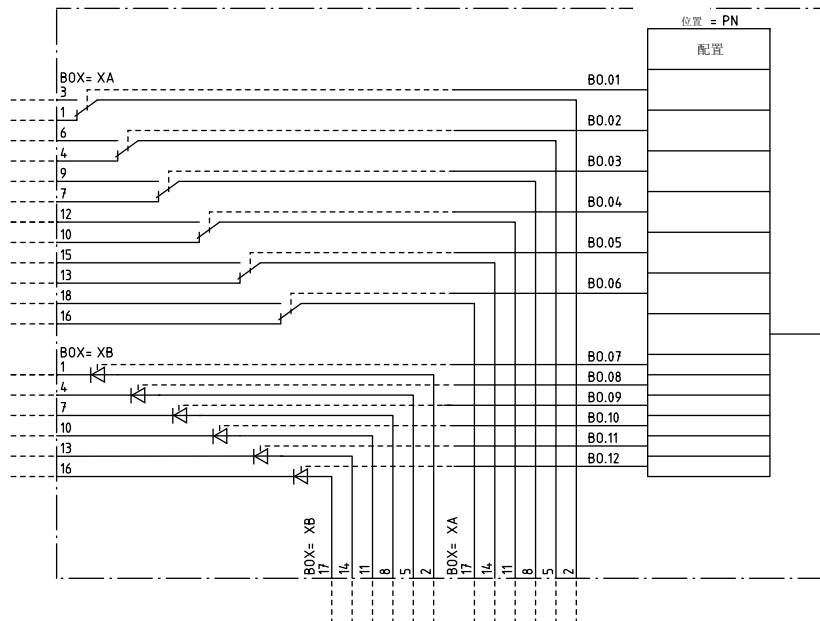

图15: 静态输出模块(SOM)
- 10) 背板通信端口, 终端模块图 15: 毫安量输入模块(MIM)